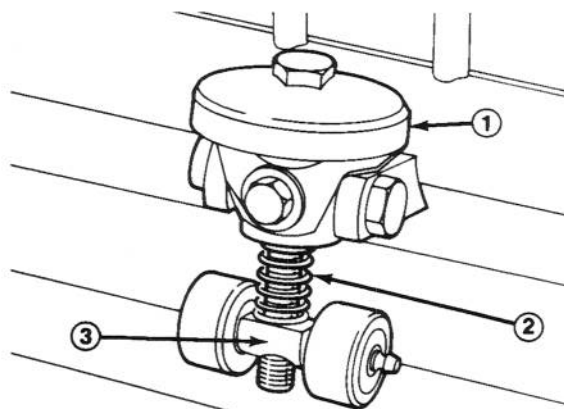

Figure 15
2. Insérez une longue bande de papier entre le contre-couteau et le tambour aux deux extrémités de la partie avant du tambour. Tout en faisant lentement tourner le tambour vers l'avant, tournez la molette de réglage du contre-couteau (Fig.15) dans le sens horaire, cran par cran, jusqu'à ce que le papier soit légèrement pincé, ce qui crée une légère résistance lorsque le papier est tiré.